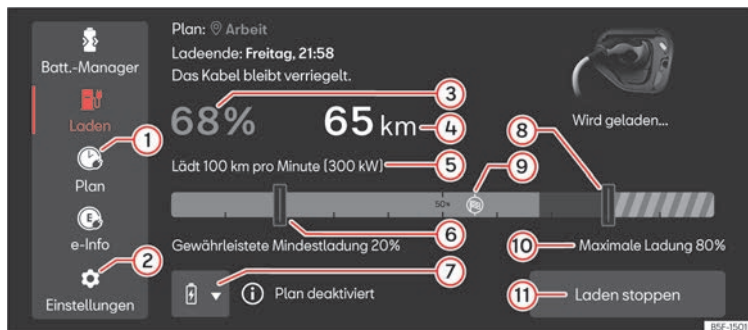

Abb. 64 Im Infotainment-System: Hauptmenü Laden.
2. Drücken Sie die Taste  **(2)** >>> **(Abb. 64)**.